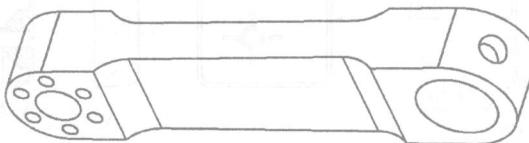

图 7-21
② 点击 , 完成圆角创建, 至此完成零件创建, 如图 7-21 所示。